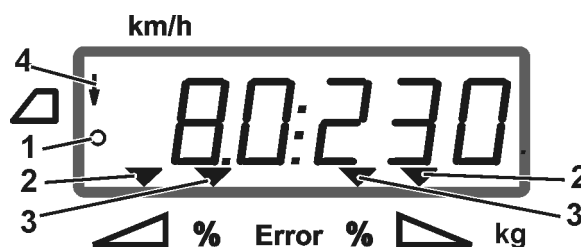

Fig. 6
- **AMADOS⁺** indeholder impulser til beregning af vejstrækningen (Fig. 6/1),
- lukkespjældene er åbnet (Fig. 6/2).
- Grænsespredningen vises med en pil på displayet (Fig. 6/4).
- På arbejdsdisplayet henviser trekantsymbolerne (Fig. 6/3) til en ændring i spredemængden.